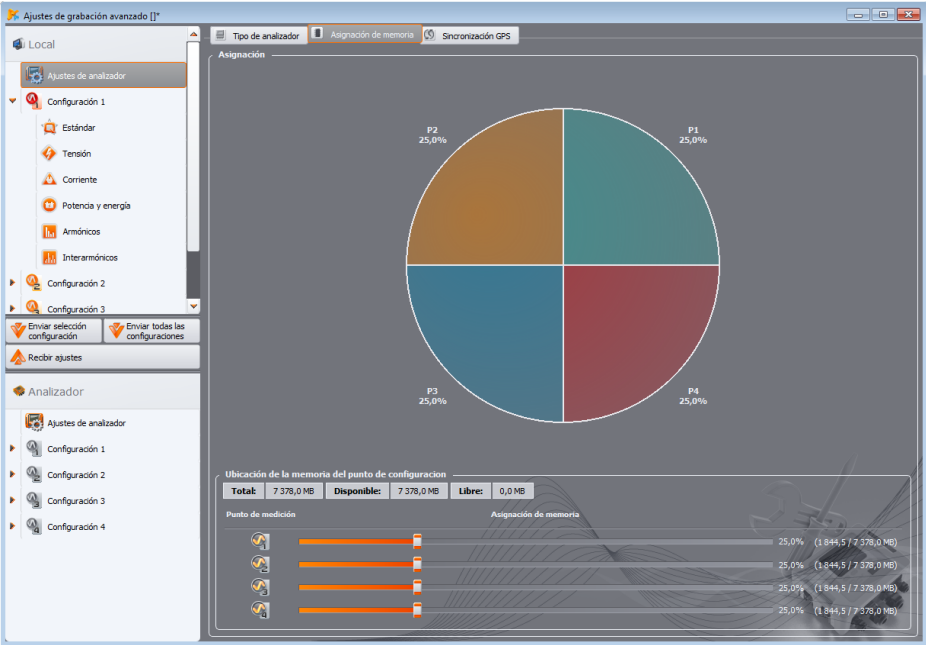

Fig. 19. Ventana de asignación de memoria
- **PQM-702 PQM-703 PQM-710 PQM-711 ASIGNACIÓN DE MEMORIA:** esta pestaña (Fig. 19) permite asignar memoria en la tarjeta para los puntos de medición particulares. Cuatro barras de desplazamiento determinan la cantidad de memoria asignada para el punto dado (en MB y %). En medio se visualiza la asignación. Todo el espacio libre en la tarjeta (100%) puede ser dividido libremente entre los cuatro puntos de medición. Es posible conceder el 100% de espacio a un punto de medición; el registro en otros puntos no será posible, sólo está disponible la vista previa de datos actuales de la red. Todos los puntos de medición son guardados linealmente en la memoria, cuando la memoria asignada al punto dado se llena, el registro se detiene. Hay que tener en cuenta que en caso de cambio en la asignación de memoria puede ser necesario eliminar todos los datos de la tarjeta de memoria, por lo que es recomendable descargar los datos previamente y guardarlos en el disco local.